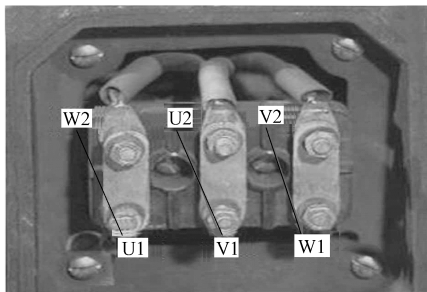

图 1-39 联结盒连接方法
1) 联结盒连接方法。三相异步电动机接线盒采用三角形（ Δ ）联结，如图 1-39 所示。